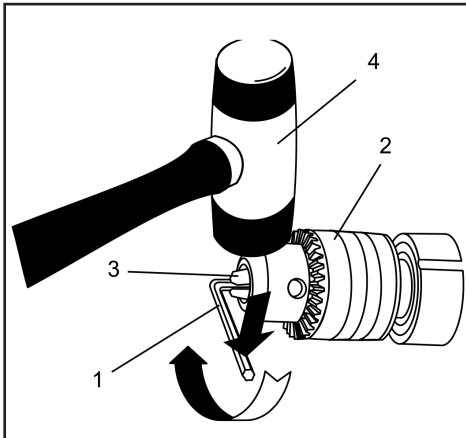

Fig.8
2. Inserte una llave hexagonal de 5/16" (8 mm) (1) entre el mandril (2) y apriete firmemente las mordazas del mandril (Fig. 8). Asegúrese de que cada una de las mordazas del mandril (3) esté acoplada sobre las superficies de la llave hexagonal.
3. Golpee la llave hexagonal con un mazo (4) en el sentido de las agujas del reloj. Esta acción aflojará el tornillo del mandril para facilitar su remoción.